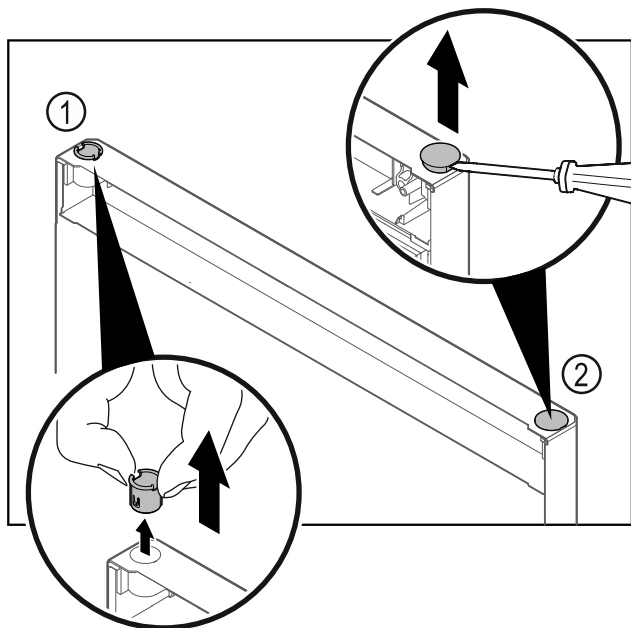

Fig. 22
- ▶ Trekk ut hengselbøssingen Fig. 22 (1) med fingrene.
- ▶ Løft dekkstøpselet Fig. 22 (2) forsiktig opp med en skrutrekker, og trekk det av.